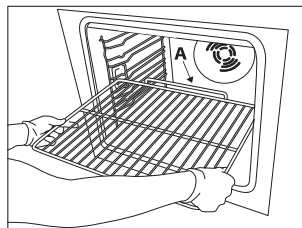

Fig. 1
1. Introduzca la rejilla o entrepaños en posición horizontal con la barra de tope "A" orientada hacia arriba (Fig. 1).